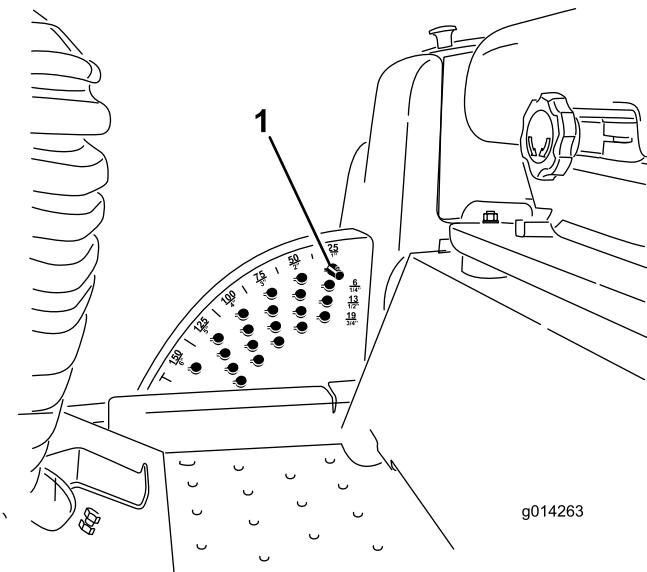

Figure 15
Remarque: Pour bloquer le tablier de coupe en position relevée, relevez-le au-delà de la position 15 cm (6 po), retirez la goupille de butée de hauteur de coupe (voir Réglage de la hauteur de coupe \(page 22\)) et insérez-la à la position 15 cm (6 po) (Figure 15).
1. Lorsque le moteur tourne, repoussez la commande de relevage du tablier de coupe en arrière jusqu'à ce que le tablier soit complètement relevé puis relâchez immédiatement la commande (Figure 15).
2. Pour régler la hauteur de coupe, tournez la goupille de butée jusqu'à ce que la saillie s'aligne sur les fentes dans les trous du support de hauteur de coupe et déposez-la (Figure 15).
3. Placez la goupille dans le trou du support correspondant à la hauteur de coupe voulue et tournez-la pour la verrouiller en place (Figure 15).
Remarque: Il y a 4 rangées de trous (Figure 15). La première rangée donne la hauteur de coupe indiquée au-dessus de la goupille. La deuxième rangée donne la hauteur indiquée plus 6 mm (1/4 po). La troisième rangée donne la hauteur indiquée plus 12 mm (1/2 po). La dernière rangée donne la hauteur indiquée plus 18 mm (3/4 po). Un seul trou, situé dans la deuxième rangée, correspond à la hauteur 15,8 cm (6 po). Il n'ajoute pas 6 mm (1/4 po) à la hauteur de 15,8 cm (6 po).